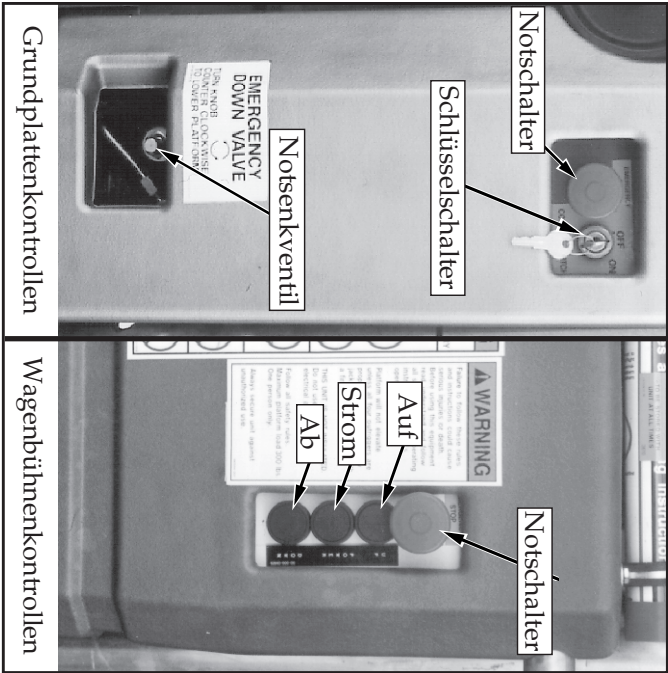

Abbildung 2: Kontrollen
4. Ziehen Sie den unteren Notstopknopf heraus, um den Schalter auf ON (Ein) drehen zu können; dieser befindet sich auf der linken Seite des Mastes (Abb.2). Im Notfall schieben Sie den Knopf ein, um jegliche Stromzufuhr zu den Kontrollen zu unterbinden.
8. Ziehen Sie den Notstopknopf, der sich am Schaltpult der Wagenbühnenkontrolle befindet (Abb.2), heraus. Im Notfall schieben Sie den Knopf ein, um jegliche Stromzufuhr zu den Kontrollen zu unterbinden.
9. Drücken Sie den mittleren und den oberen Knopf (POWER (Strom) und UP (Auf)), die sich auf dem Kontrollgehäuse (Abb.2) befinden, gleichzeitig, um die Wagenbühne zu heben. Lösen Sie die Knöpfe, um anzuhalten.
Bitte Sie eine Person am Boden das Notsenkventil zu öffnen, um die Wagenbühne zu senken. Dieses Ventil befindet sich innerhalb einer Öffnung der Abdeckung des Antriebsmotors auf der linken Seite des Masten (Abb.2).